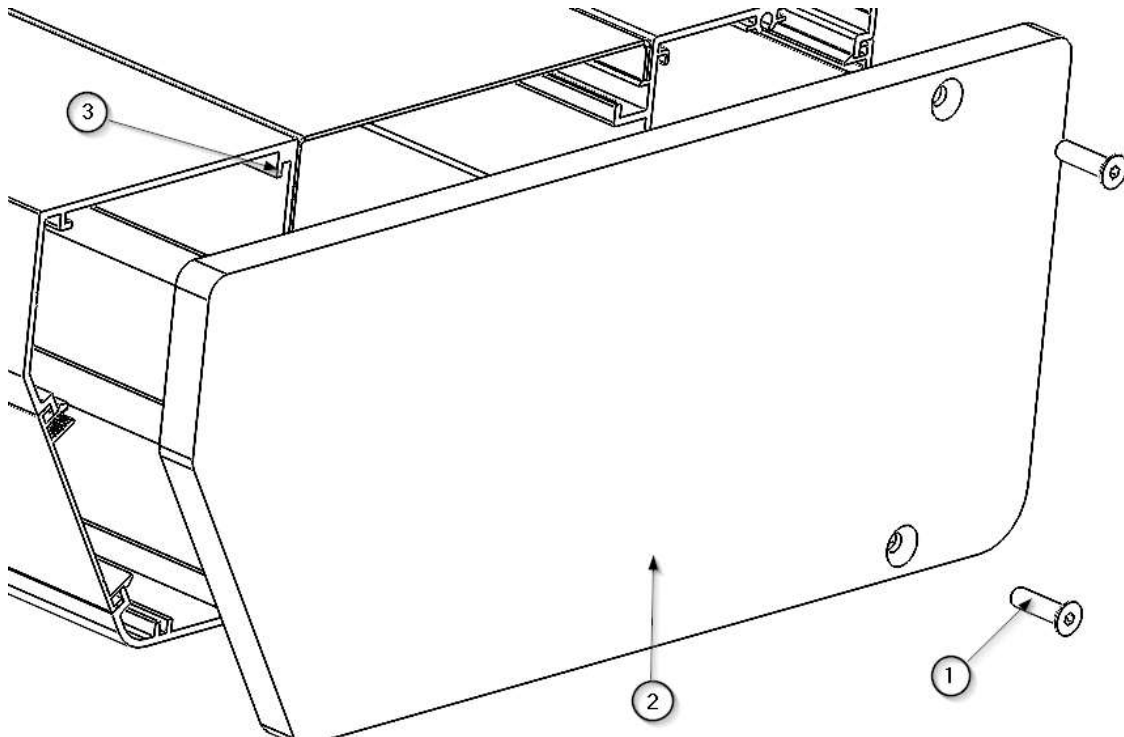

Abb. 9 Demontage/Montage der Stirnwände am Hauptkörper TOR
- Entfernen Sie mit Hilfe eines Inbusschlüssels die beiden Schrauben M4 x 16 ① und lösen Sie die seitlichen Laschen ③ der Seitenwand ②, wie in Abbildung 9 dargestellt.